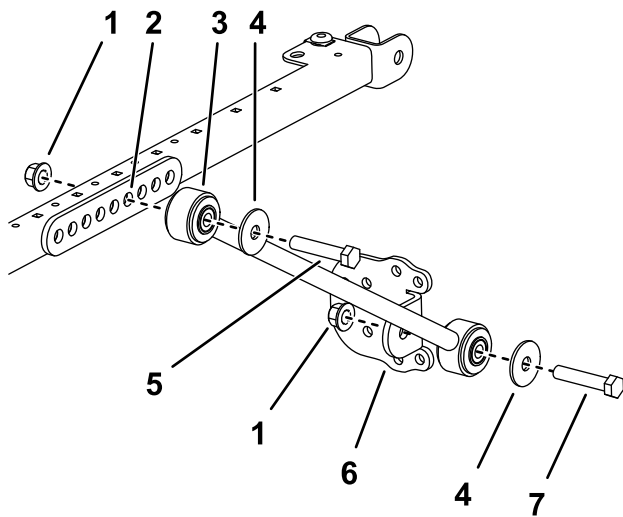

Bild 20
12. Befestigen Sie an jeder Seite des Sonnendachrahmens einen Verlängerungslenker mit zwei Schrauben ($\frac{1}{2}$ " x $2\frac{3}{4}$ ") und zwei Bundmutter ($\frac{1}{2}$ ") lose im vierten Loch der Strebenbefestigung, wie in Bild 20 abgebildet.
13. Befestigen Sie eine Strebenhalterung mit einer Schraube (1/2" x 2 1/2"), einer Scheibe (1/2") und einer Bundmutter (1/2") an jeder Strebe, wie in Bild 20 abgebildet.